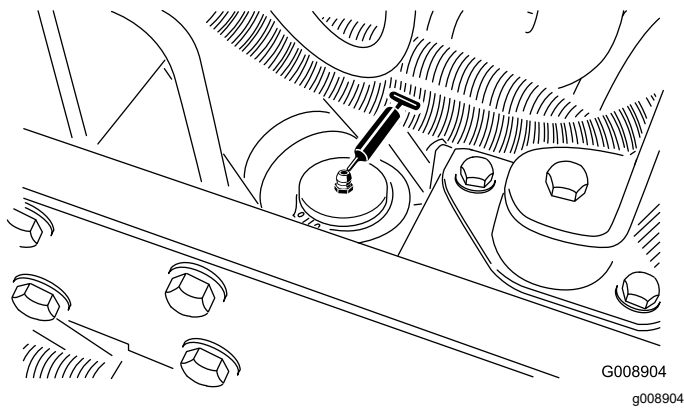

Figure 69
- Vérin de direction (Figure 69).